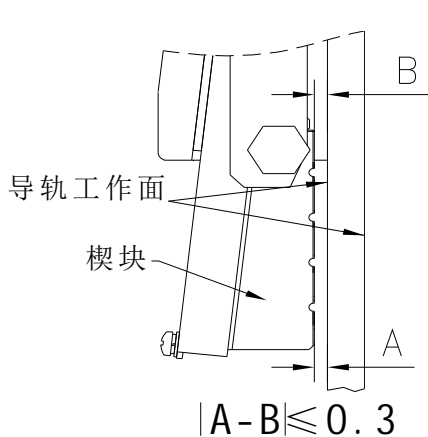

图 4
- 2.4 安全钳楔块工作面与导轨工作面贴合后, 楔块两端与导轨的间隙差不应超过 0.3 mm(图 4);